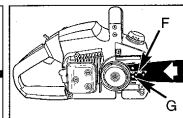

Abb. 3E
4. Legen Sie das gekerbte Ende der Leitschiene über die 2 Schienenbolzen (F). Richten Sie die Schiene so aus, dass die **JUSTIERANGEL** in das Loch (G) in der Leitschiene passt (Abb. 3E).